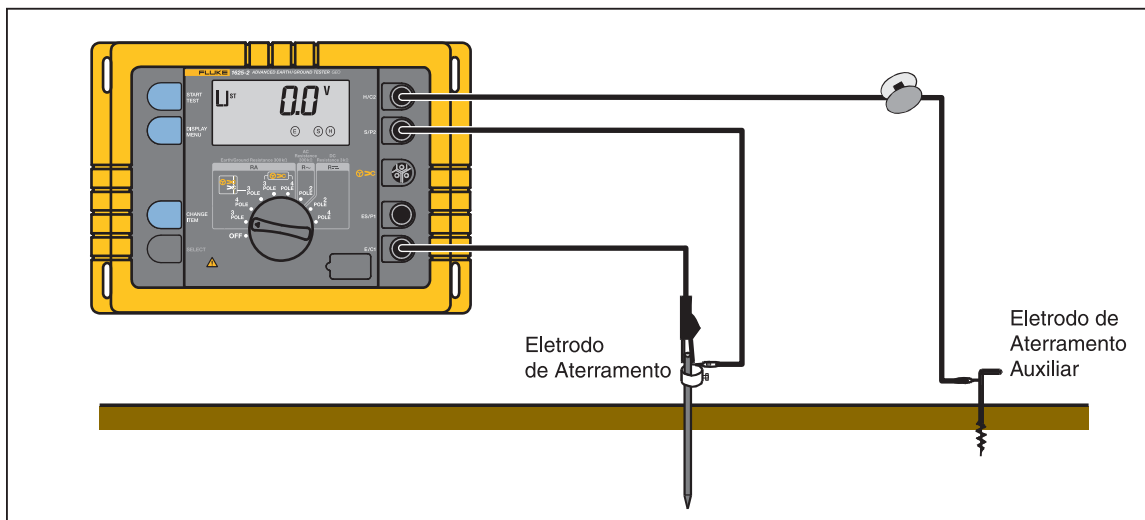

Figura 10. Compensação do eletrodo de aterramento conectado ao terminal
2. Conecte o instrumento conforme mostrado na Figura 10.